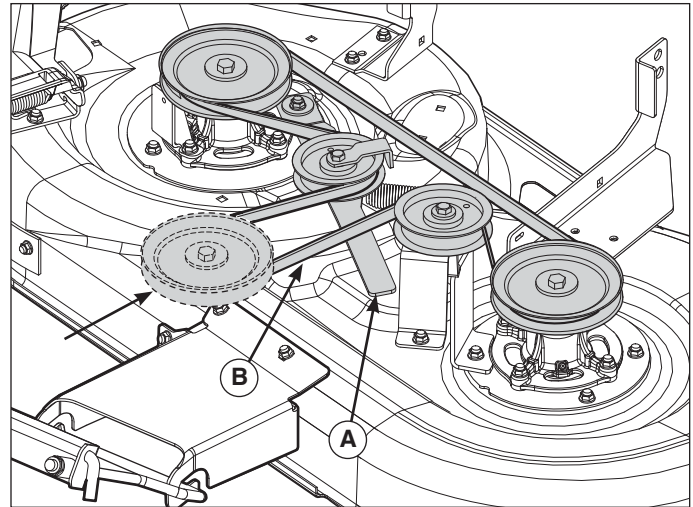

Figura 16
3. Tire la palanca de la polea tensora (A, Figura 16) para liberar la tensión de la correa. Retire la correa (B) de la polea PTO (C).
5. Tire la palanca de la polea tensora (A, Figura 16) para liberar la tensión de la correa. Instale la correa (B) en la polea PTO (C).